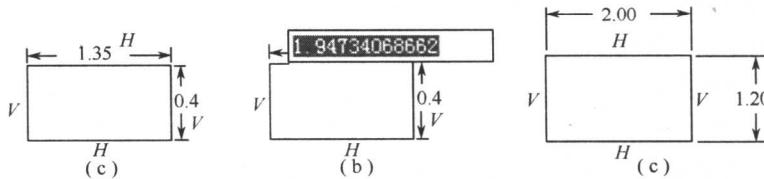

图 2-14 尺寸标注及修改
(1)进入草绘环境中,在图形窗口内用 命令绘制一个矩形,Pro/E 会自动生成“弱尺寸”,如图 2-14(a)所示。
(2)单击鼠标中键或单击草绘工具栏上的 按钮,结束绘图命令。使用鼠标左键双击弱尺寸数值,出现尺寸编辑框,如图 2-14(b)所示,在编辑框中输入要求的尺寸数值,回车之后,就可以生成要求的尺寸,这种尺寸显示为正常的亮色,称为“强尺寸”,可以通过鼠标拖动的方式来调整尺寸标注的位置,如图 2-14(c)所示。
在草绘图形窗口内,双击图元尺寸数字,会出现尺寸编辑框,如图 2-14(b)所示,在编辑框内输入要求的尺寸数值,回车,即可改变尺寸,并同时驱动草绘对象发生变化。除此之外,Pro/E 还提供了一个修改工具命令 ,该命令可以提供更灵活多样的手段来修改图元尺寸,且同时具备编辑样条曲线和文本的功能。